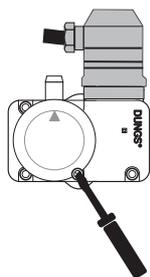
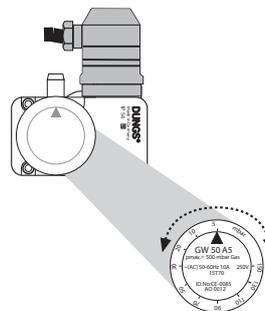

Figura 4.2 Extracción de la cubierta
Figura 4.3 Configuración de presión
- Desmonte la cubierta que cubre el dial y compruebe que el valor del interruptor de baja presión sea de 18 mbar. De ser necesario, use el dial para establecer este valor, consulte Figura 4.2 y Figura 4.3.